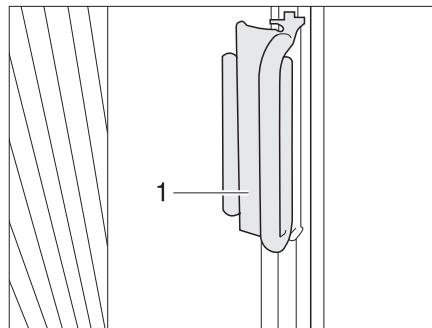

Bild 87 Griff faltverdunklung für die Frontscheibe
- Die faltverdunklungen zu beiden seiten der Frontscheibe jeweils am Griff (Bild 87,1) fassen und vorsichtig zur mitte der Frontscheibe hin zuziehen, bis der Magnetverschluss die faltverdunklung geschlossen hält.